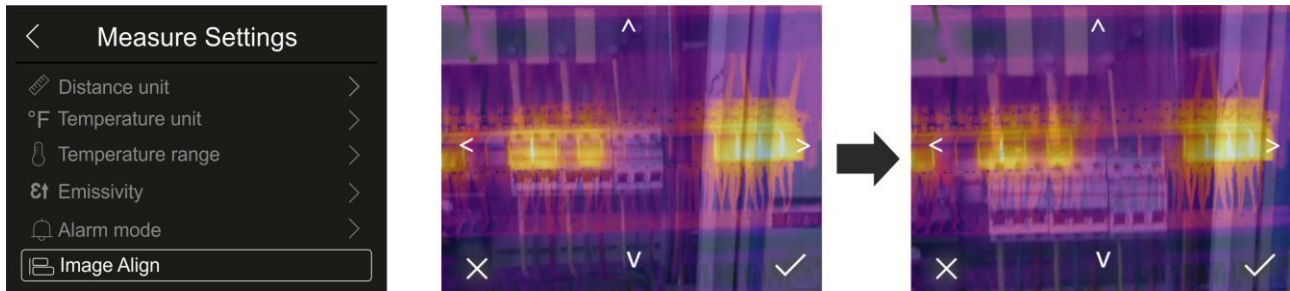

Fig. 27: Alineación de la imagen en el visualizador
1. Toque el texto “Image Align”. La Fig. 27 – parte central se muestra en el visualizador en el que aparece una superposición de las dos imágenes con un nivel bajo de infrarrojos.
2. Toque las 4 flechas presentes en el visualizador para desplazar la imagen IR superponiéndola a la visible (ver la Fig. 27 – parte derecha)